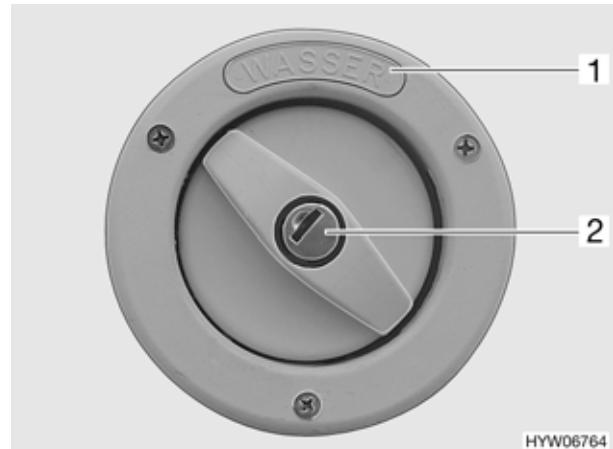

Bild 132 Verschlussdeckel für Frischwasser-Einfüllstutzen (Variante 2)
Der Frischwasser-Einfüllstutzen ist durch den Schriftzug "Wasser" (Bild 132,1) gekennzeichnet.
- Schlüssel in Schließzylinder (Bild 132,2) stecken und entgegen dem Uhrzeigersinn drehen.
- Schlüssel in Schließzylinder (Bild 132,2) stecken und im Uhrzeigersinn drehen.
- Frischwasser-Einfüllstutzen (Bild 131 oder Bild 132) außen am Reisemobil öffnen.